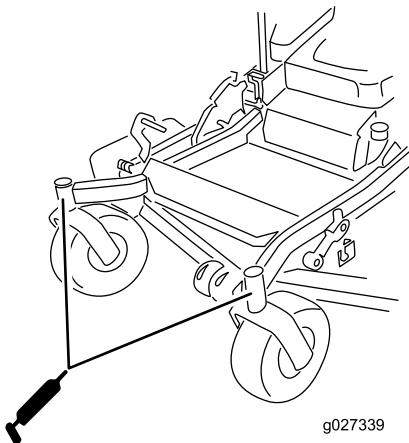

Figura 43
13. Instale el tapón hexagonal y la tapa (Figura 43).
14. Engrase los cojinetes de las ruedas giratorias (Figura 43).